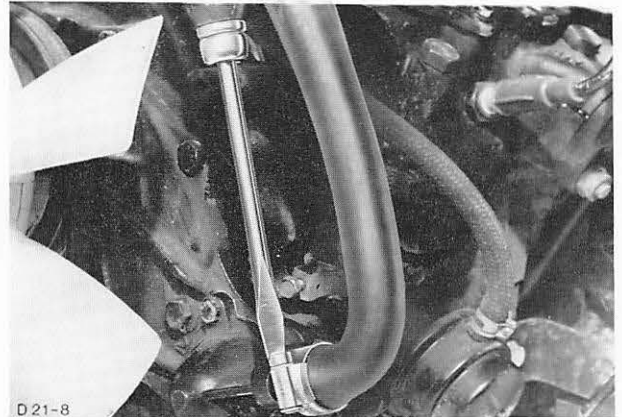

Abb. 278 Heißwasserschläuche von Thermostatgehäuse abbauen
11. Motoröl ablassen, Ölwannenschrauben (24) entfernen und Ölwanne abnehmen. Bei festsitzender Ölwanne diese seitlich mit einem Schraubenzieher abdrücken.
13. Heißwasserschläuche von Thermostatgehäuse entfernen, Abb. 278.